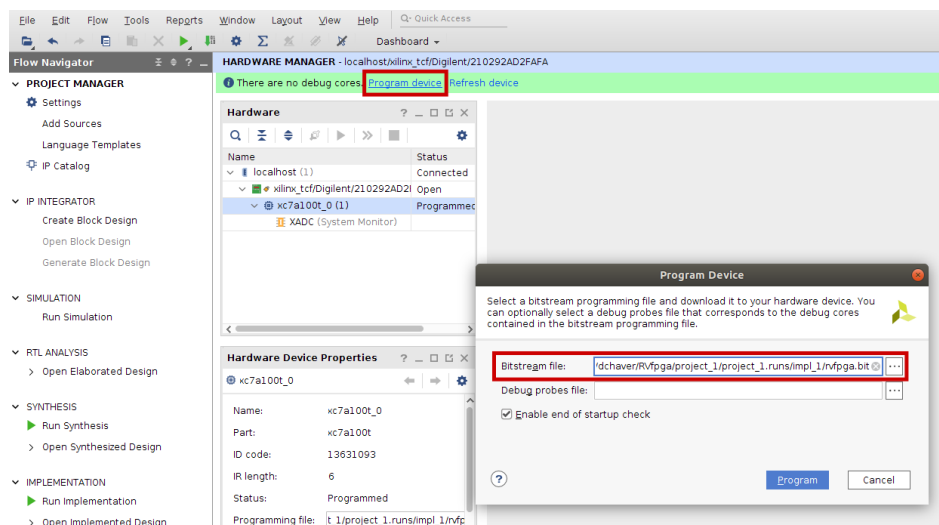

Figura 113. Programar o dispositivo
- f. Selecione *Program device* como mostra a Figura 113. Agora vai carregar o RVfpgaNexys na FPGA. Na nova janela, selecione o ficheiro *Bitstream* de *[RVfpgaPath]/RVfpga/src/rvfpganexys.bit*. Clique em *Program*.